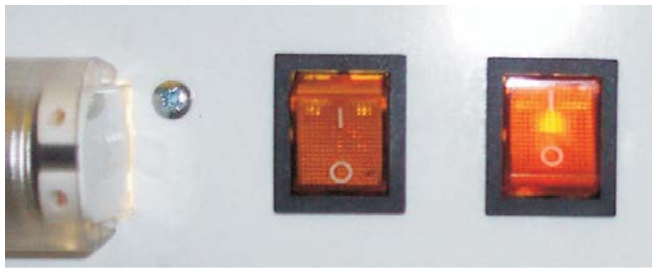

Рисунок 3
- включить тумблеры «РАБОТА» и «ОСВЕЩЕНИЕ», расположенные на панели правого светильника (рисунок 3),